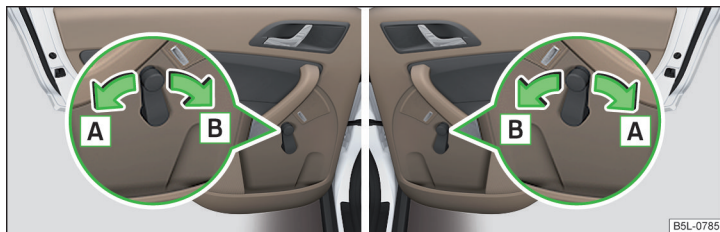

Fig. 37 Operarea geamului: stânga/dreapta
- Pentru **deschidere**, rotiți macaraua în sensul săgeții **A** » fig. 37.